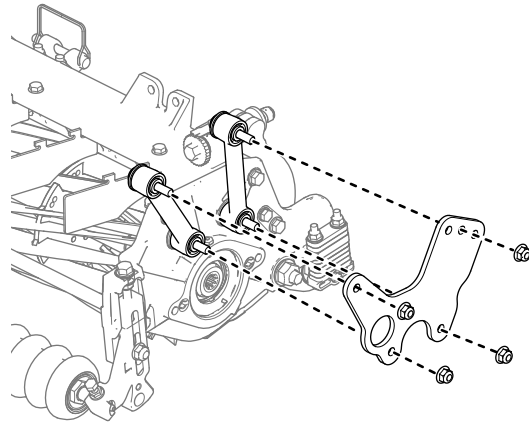

Figura 22
2. Inserte la placa fija en los pernos y fíjela con las tuercas que retiró anteriormente. (Figura 22)